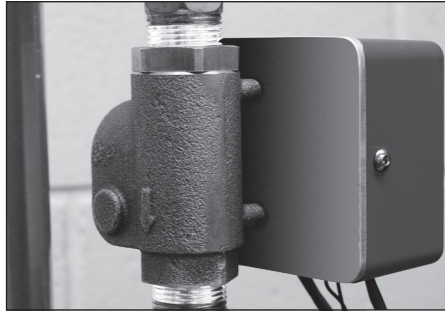

Figura 2
- Luego de soldar el tubo a los adaptadores, aplicar sellador para roscas a los adaptadores y ensartar los adaptadores con el tubo conectado en el cuerpo de la válvula. **Figura 2**